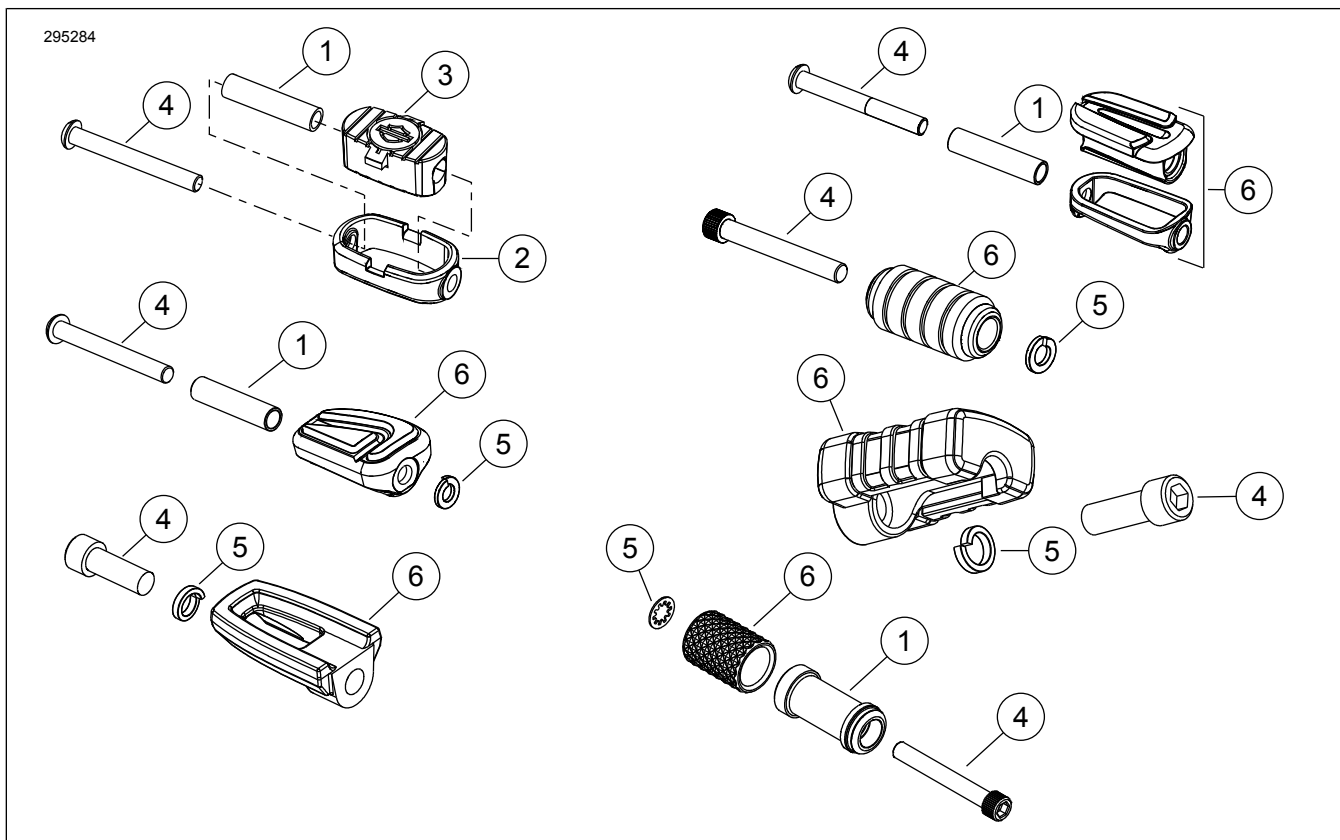

图1。换挡踏板套件
参见图1和表1。
2. 参见图1。对于套件33946-05和33600008：根据需要组装换挡踏板：